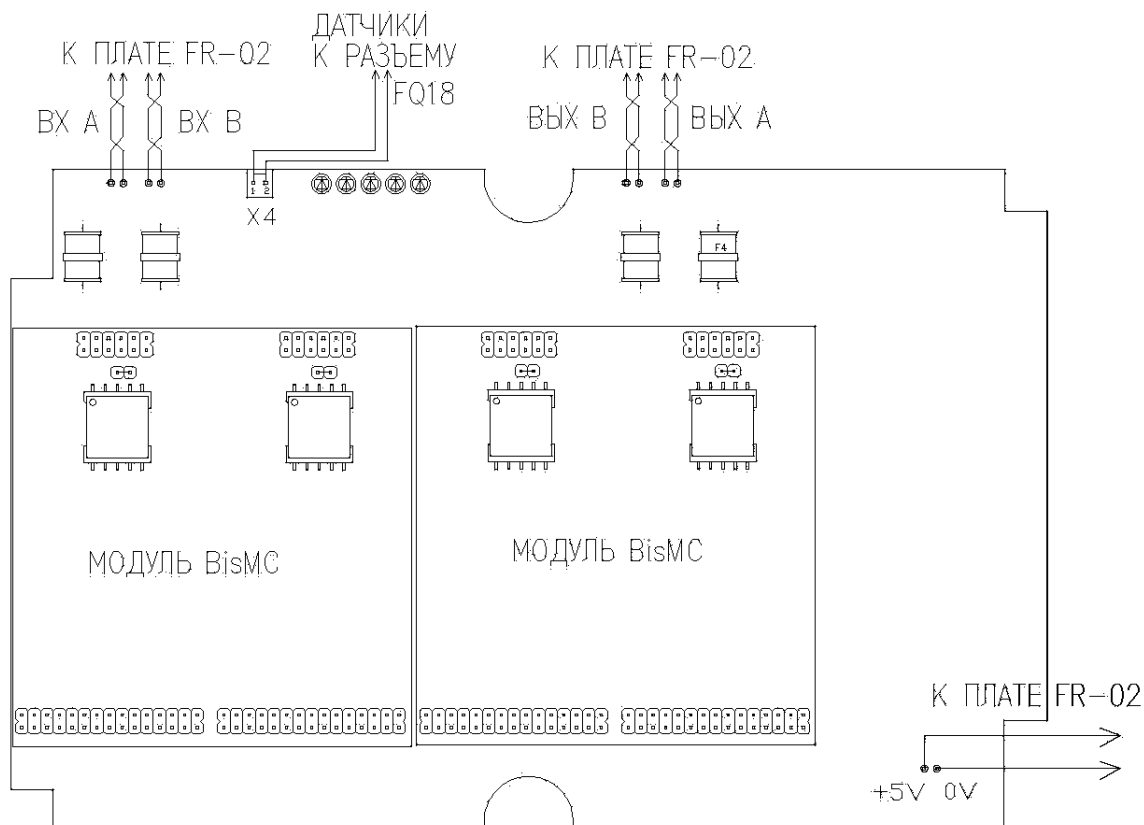

Рис. 2. Плата MBR.
- базовая плата MBR с модулями приемопередатчика NT и LT линий DSL (рис.2);
В плате MBR (рис.2) обеспечивается прозрачная коммутация данных с внутренней шины передачи и приема приемопередатчика NT на шину приема и передачи приемопередатчика LT.
– слева по рис.2 – приемопередатчики NT, линейные цепи **Вх А** и **Вх В** которых через разделительные конденсаторы и коаксиальные разъемы платы FR-02 подключены к **входным** линиям связи А и В, уходящим в сторону модема LT;
– справа по рис.2 – приемопередатчики LT, линейные цепи **Вых В** и **Вых А** которых через разделительные конденсаторы и коаксиальные разъемы платы FR-02 подключены к **выходным** линиям связи В и А, уходящим в сторону модема NT.